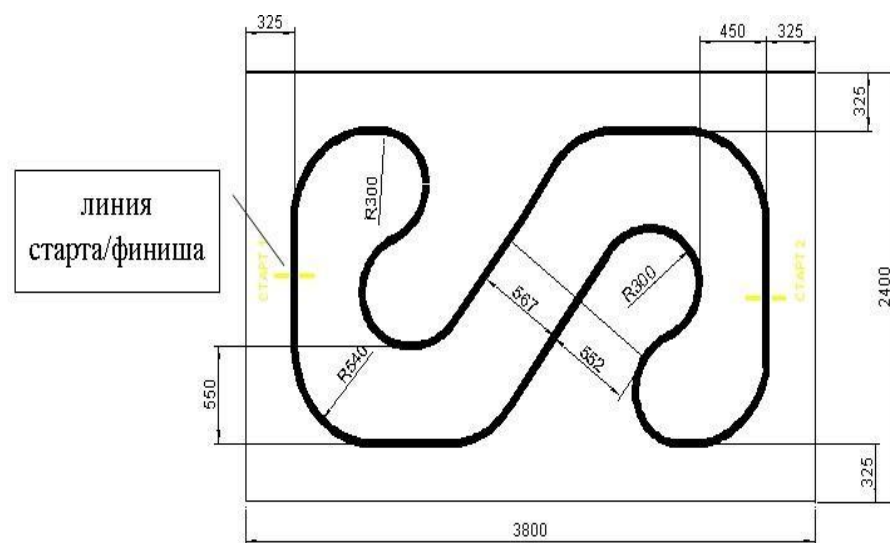

Рис.1.1. Поле «Линия с препятствиями»
1. Поле «Линия с препятствиями» (рис. 1.1)